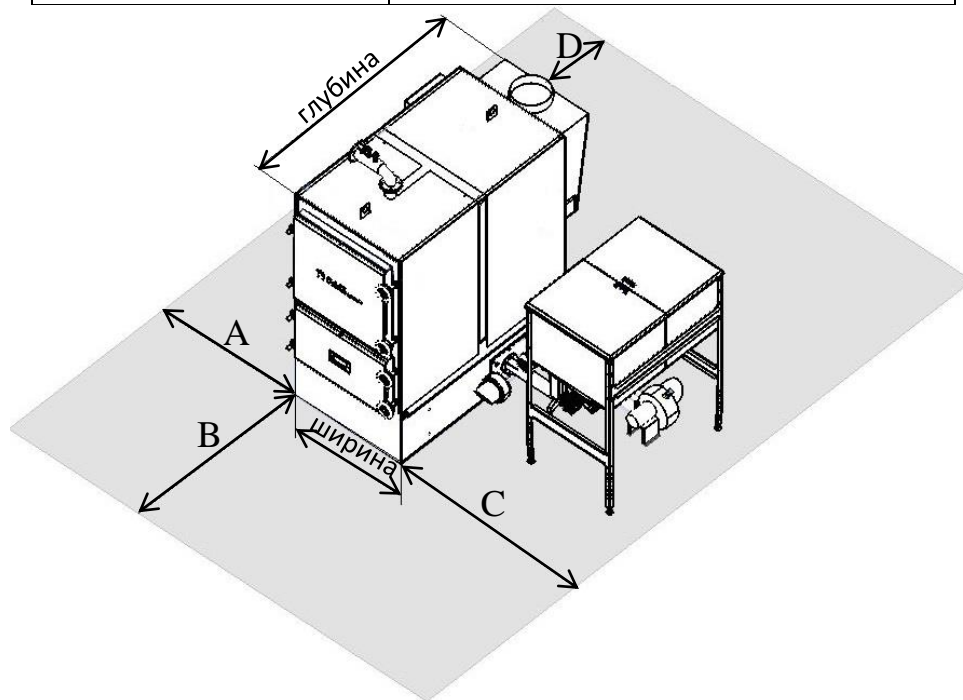

Рис. 23
**2.6.1.4** При установке котла в котельной необходимо соблюдать требования выдерживания свободных расстояний до ближайших препятствий (рис. 23). В указанных размерах свободных расстояний не должно находиться никаких предметов, ни трубопроводов, ни других элементов котельной. Указанные технологические проходы должны быть свободны для доступа в любое время и ничем не загромождены.
Обозначение на рис. 23	Требуемое значение размера.